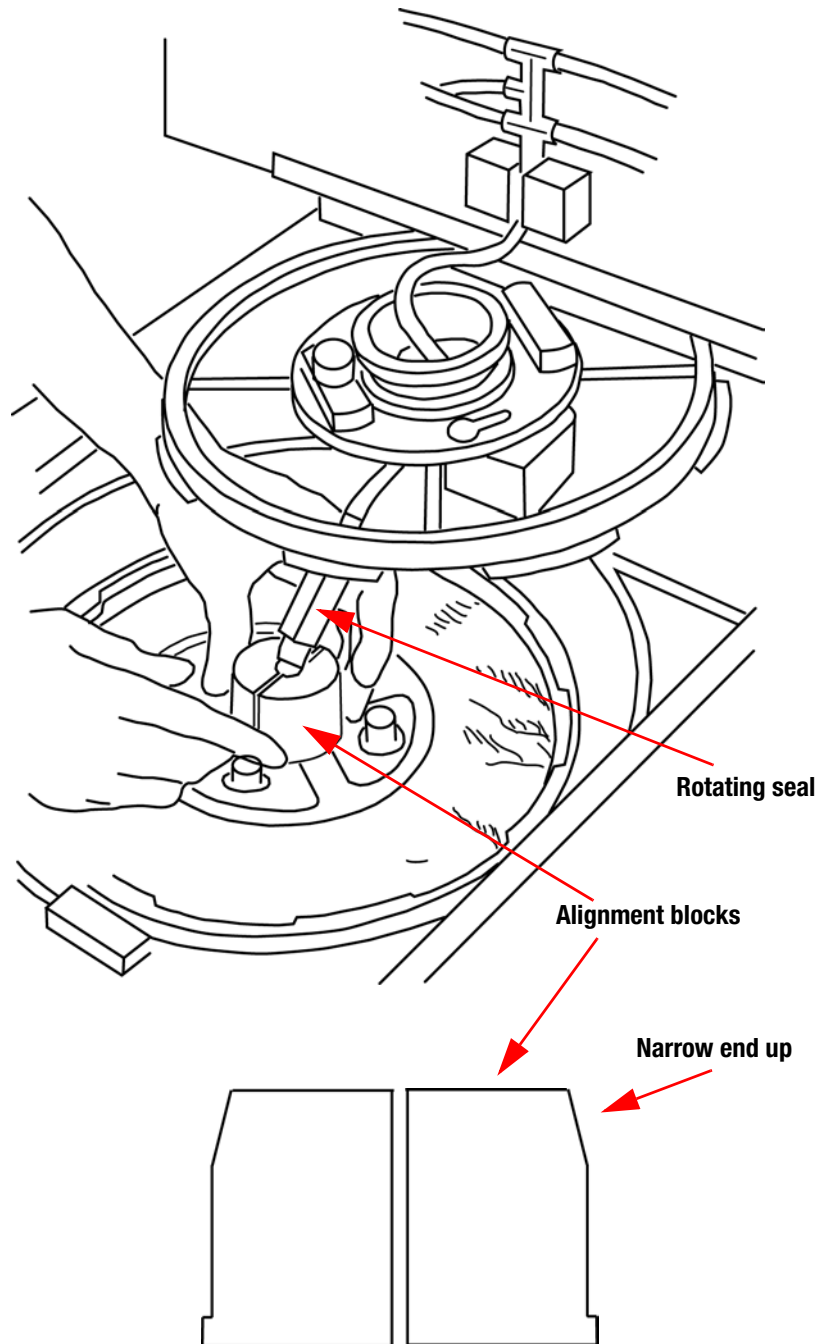

Figure 6-9: Installing the alignment blocks
- 23** Vặt rí của hai khối căn chỉnh quanh trục trung tâm của túi xử lý tế bào để hỗ trợ trục quay (Figure 6-9).